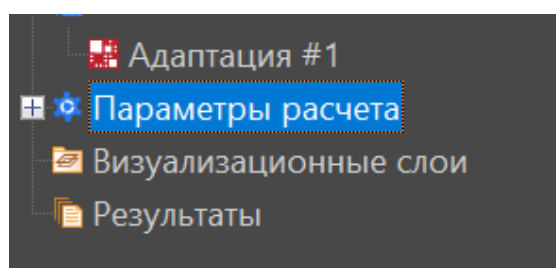

Рисунок 12
15. Параметры расчета настраиваются в панелях свойств элементов «Параметры расчета» > «Ограничители». Не допускается изменение параметров элемента «Параметры расчета» > «Ограничители», заданных по умолчанию. Чаще всего «Ограничители» применяются при расчете сверхзвуковых потоков для сглаживания негативных численных эффектов (рис. 12).